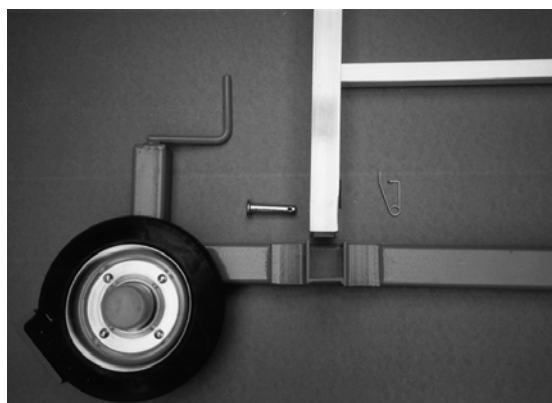

figura 4-9
3. Montar los frenos. (figura 4-9).